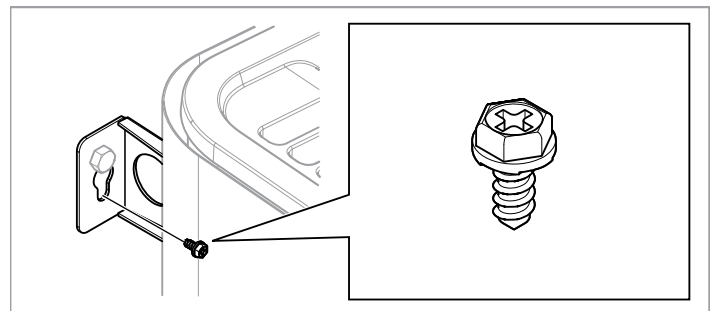

Рисунок 11: Зажимной винт кронштейна
9. Закрепите устройство зажимным винтом см. Рисунок 11.